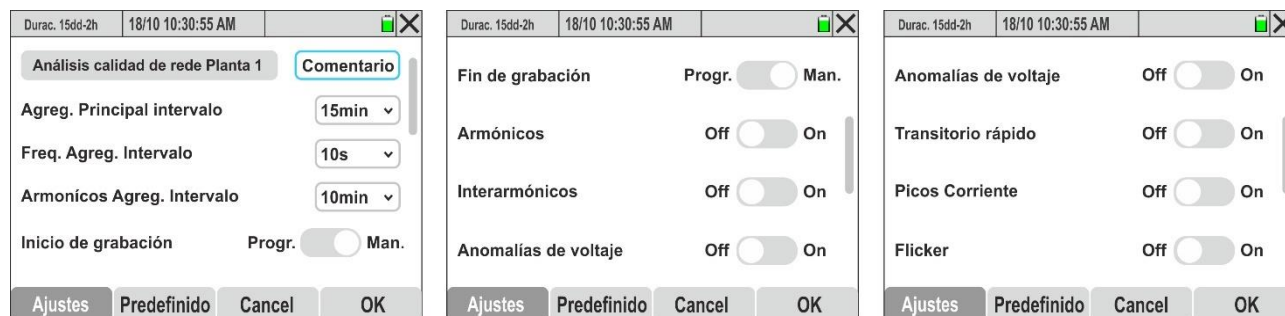

Fig. 28: Pantallas configuración registro
1. Seleccione el modo “Configuración de grabadora”. El instrumento presenta la pantalla de Fig. 28 – parte izquierda